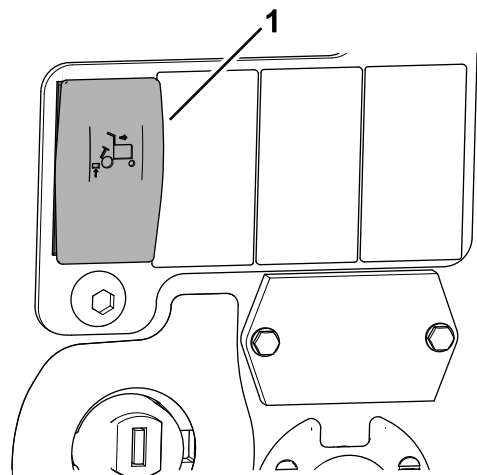

Figura 7
- Pentru a activa ridicarea limitată automată pentru mararier, apăsai partea superioară a comutatorului de ridicare limitată automată pentru mararier (Figura 7).